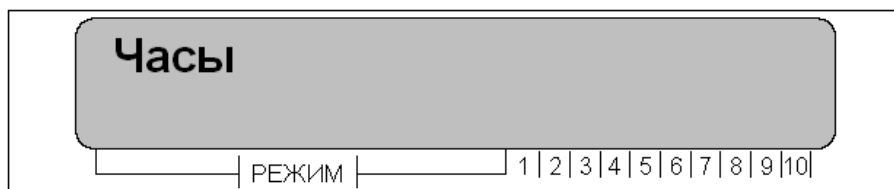

Рис. 13. Вид на дисплее режима «Часы»
- осуществить вход в режим «Часы» клавишей «ВВОД» (см. рисунок 13);